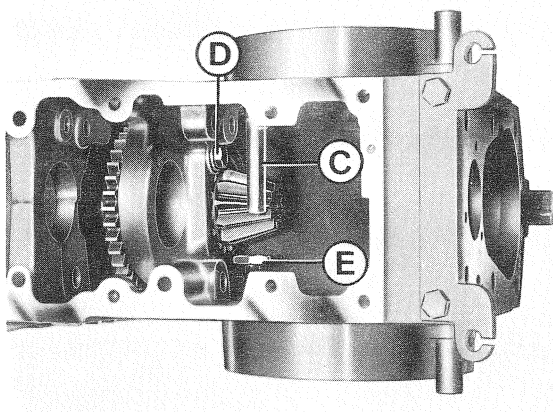

Fig. 18
- 9) Togliere il perno sostegno forcella bloccaggio differenziale **C** (fig. 18). Togliere la vite ritegno cuscinetto **D** (fig. 18). Avvitare tutta su se stessa la vite reggispinta corona **E** (fig. 18).